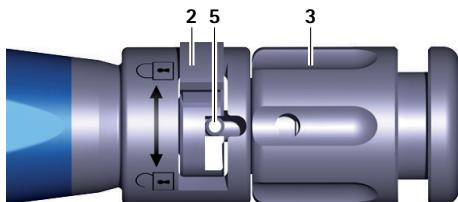
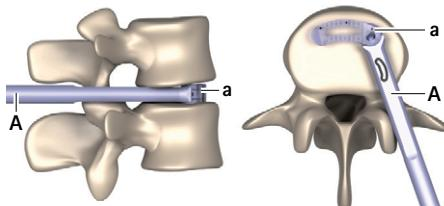

Fig. 3 Em visualização de proximidade do instrumento introdutor; comutador fechado
Fig. 11 Implante na posição final
- ▶ Rodar o comutador **2** para a direita (sentido **A**), ver Fig. 3.
- Rodar a porca giratória **3** no sentido anti-horário (sentido „forward“), até o pino **5** se encontrar totalmente no comutador **2**, ver Fig. 3. Ter atenção para que o pino **5** não fique preso no comutador **2**.
- Rodar o comutador **2** para a direita (sentido **ⓑ**), ver Fig. 3.
- Assim que a posição final (ver Fig. 11) seja atingida: Rodar a porca giratória **3** no sentido anti-horário (sentido „forward”), até o pino **5** se encontrar totalmente no comutador **2**, ver Fig. 3. Ter atenção para que o pino **5** não fique preso no comutador **2**.
- Rodar o comutador **2** para a direita (sentido **↑**), ver Fig. 3.